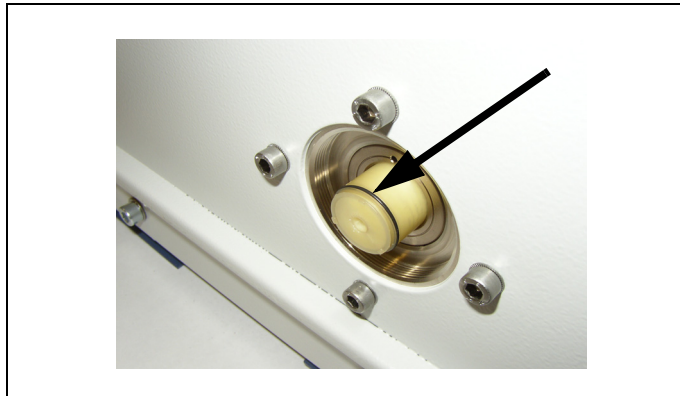

Abb. 8-6 O-Ring des Betriebsmittelspeichers
- 6** Schieben Sie den neuen Betriebsmittelspeicher bis zu dem O-Ring in die Pumpe (Siehe Abb. 8-6).